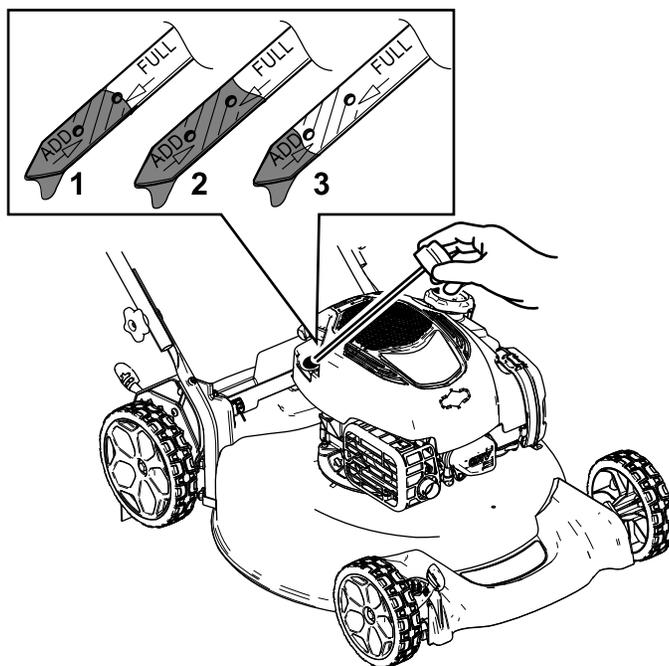

Figura 13
2. Girate il tappo in senso antiorario ed estraete l'asta di livello (Figura 13).
5. Controllate il livello dell'olio sull'asta (Figura 13).